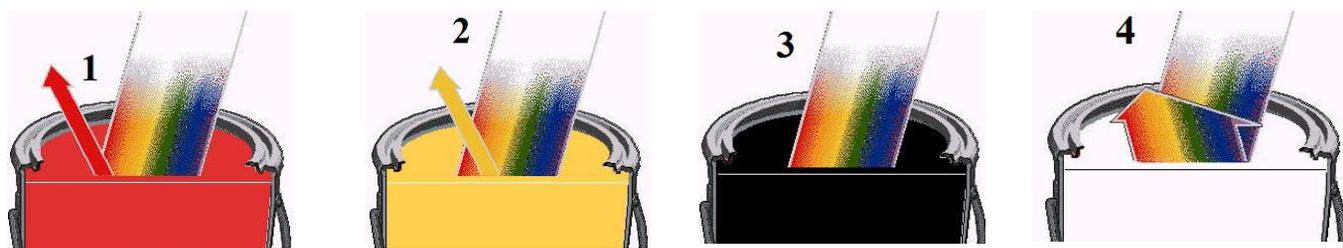

Рис. 1.
1. Предметы не имеют цвета. Цвет предметов возникает в процессе поглощения и отражения световых волн. Свет, излучаемый Солнцем или другими нагретыми источниками, называется белым светом, который представляет смесь разных цветов. Если на пути света поставить стеклянную призму, то свет, проходя через нее, распадается на различные цвета: красный, оранжевый, желтый, зеленый, голубой, синий, фиолетовый. Красная краска **1** (рис. 1) выглядит красной потому, что она поглощает почти все цвета светового луча и отражает только красный, желтая **2** – только желтый, черная **3** – ничего не отражает, белая **4** – отражает все цвета.